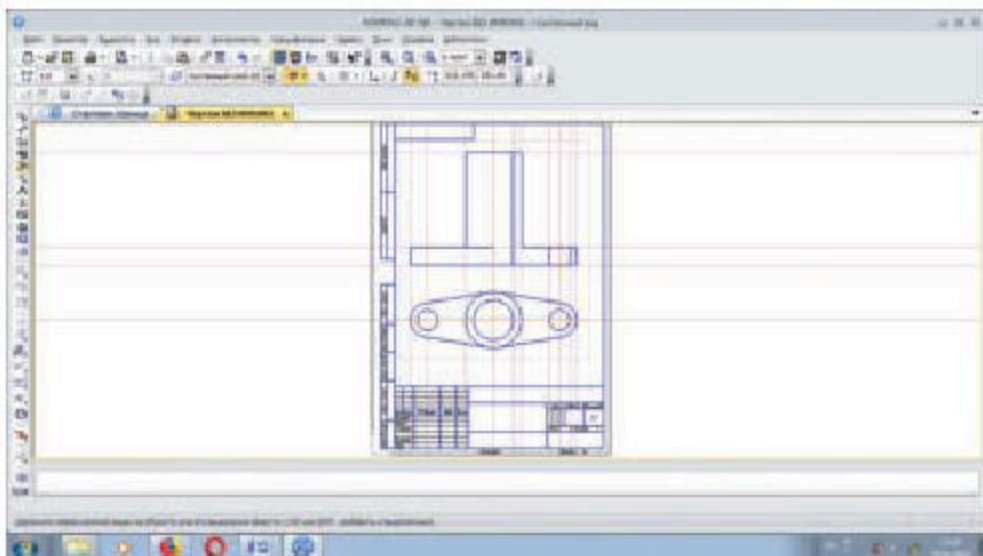

Рис. 15.5
4. Для соединения половины главного вида с половиной фронтального разреза обводим соответствующие линии и убираем лишние линии (рис. 15.5).